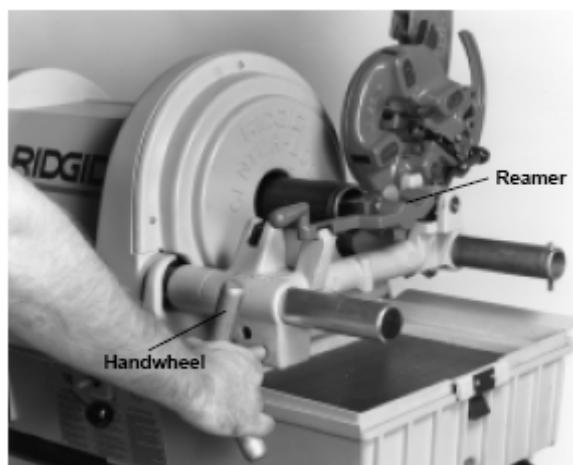

图9 — 用344铰刀铰孔
1. 放下铰刀，移动至铰孔位置（见图9）。
3. 移动桥架，直至完成铰孔工作（见图9）。